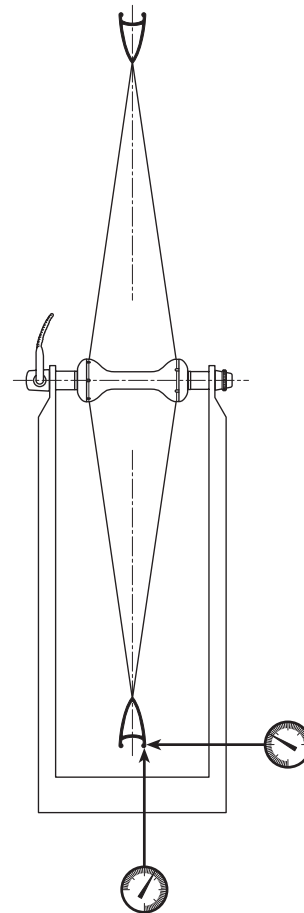

Fig. 70
• Per effettuare il centraggio posizionate la ruota su un supporto centraruote rigido, bloccatela con il bloccaggio rapido e controllate lo sbandamento assiale e radiale per mezzo di un comparatore (Fig. 70).
• To center, place the wheel on a rigid wheel-centering support, lock it by means of the quick release skewer, and check the axial and radial offsets using a dial gauge (Fig. 70).
• Zur Zentrierung das Laufrad in einen festen Zentrierständer positionieren, mit dem Schnellspanner blockieren und den Seiten- und Höhenschlag mittels eines Komparators (Abb. 70) kontrollieren.
• Pour réaliser le centrage, positionnez la roue sur un support rigide de centrage des roues, bloquez-la à l'aide du blocage rapide et contrôlez les débattements axial et radial à l'aide d'un comparateur (Fig. 70).
• Para efectuar el centrado, colocar la rueda en un soporte centrarruedas rígido, bloquearla con el bloqueo rápido y comprobar su desalineamiento axial y radial mediante un comparador (Fig. 70).
• Om het wiel te kunnen centreren plaatst u het in een stevige wielrichter en zet het wiel vast door gebruik te maken van de snelspanner. De zijdelingse en verticale uitslag controleert u met behulp van een geleider (Fig. 70).